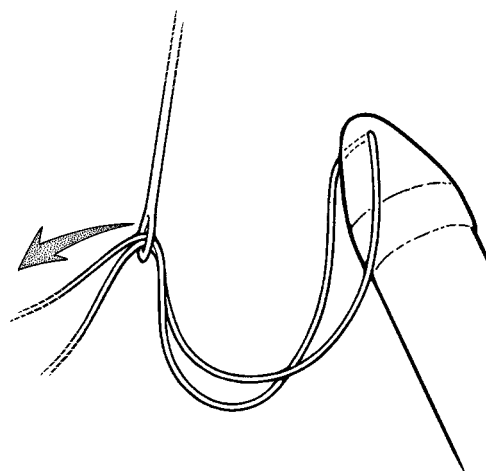

Рисунок 4-12. Введение шва-держалки в иглу Кита
3. Переведите обтуратор во «втянутое», или «заблокированное», положение. Пропустите оба конца шва-держалки цилиндров (длиной около 10 см) через ушко иглы Кита в форме молнии (**рисунок 4-12**).